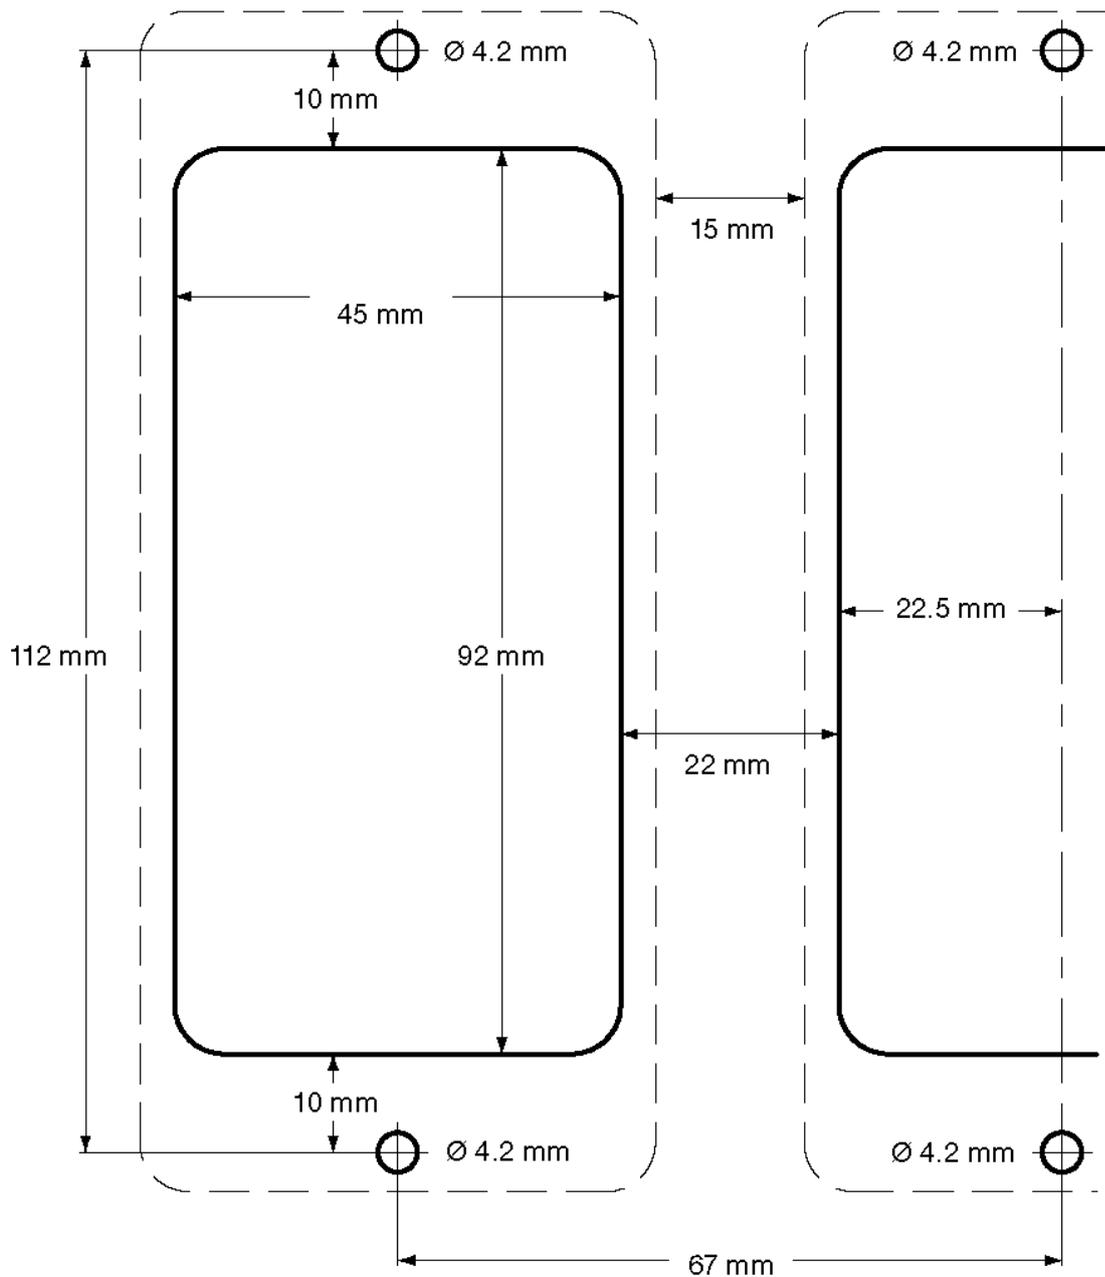

Fig. 12 - Schéma de découpe
- Percer des trous dans la plaque du châssis comme montré sur la Fig. 12.
- Découper le panneau aux dimensions données sur la Fig. 12. Percer les trous de vis dans le panneau comme indiqué.